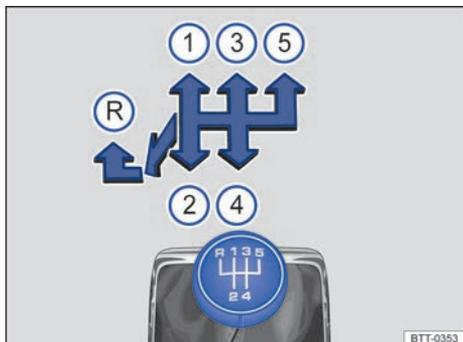
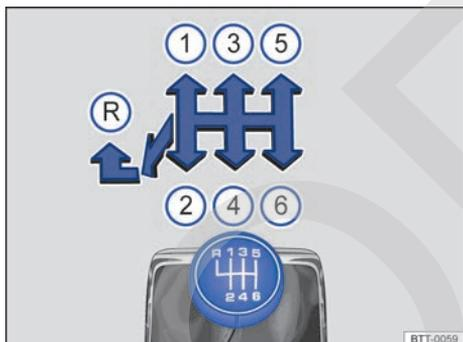

Fig. 105 Esquema de las marchas de un cambio manual de 5 marchas.
Fig. 106 Esquema de las marchas de un cambio manual de 6 marchas.
En la palanca de cambios están representadas las posiciones de cada una de las marchas → fig. 105 o → fig. 106.
- Mueva la palanca de cambios completamente hacia la izquierda y a continuación hacia delante para situarla en la posición de la marcha atrás → fig. 105 (R) o → fig. 106 (R).